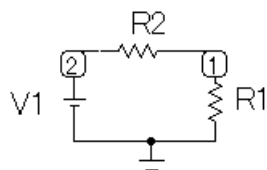
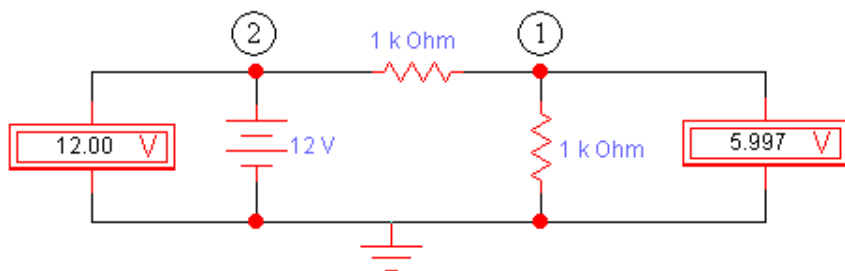

Рис. 1.3
Рис. 1.4
Соберите схему рис. 1.3 в программе WorkBench (рис. 1.4), проведите моделирование, результаты внесите в табл. 1.2.
В программе MicroCAP для цепи на рис. 1.3 в меню «Анализ» в режиме «Расчет по постоянному току» нажмите кнопку вывода значений мощности «Powers» в элементах цепи, внесите полученные результаты в табл. 1.2.
В программе MicroCAP для цепи на рис. 1.3 в меню «Анализ» выберите режим «Передаточные характеристики по постоянному току», задайте имя изменяемой переменной V1 и получите на одном графике зависимости входного V(2) и выходного V(1) напряжения от напряжения источника V1, приведите в отчете соответствующий график. Проанализируйте результаты, сделайте выводы.